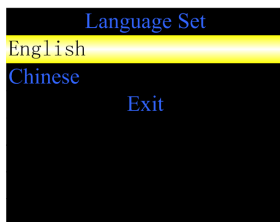

Figura 5.4 Menú de configuración de idioma
- 2) El menú de configuración de idioma se muestra en la Figura 5.4